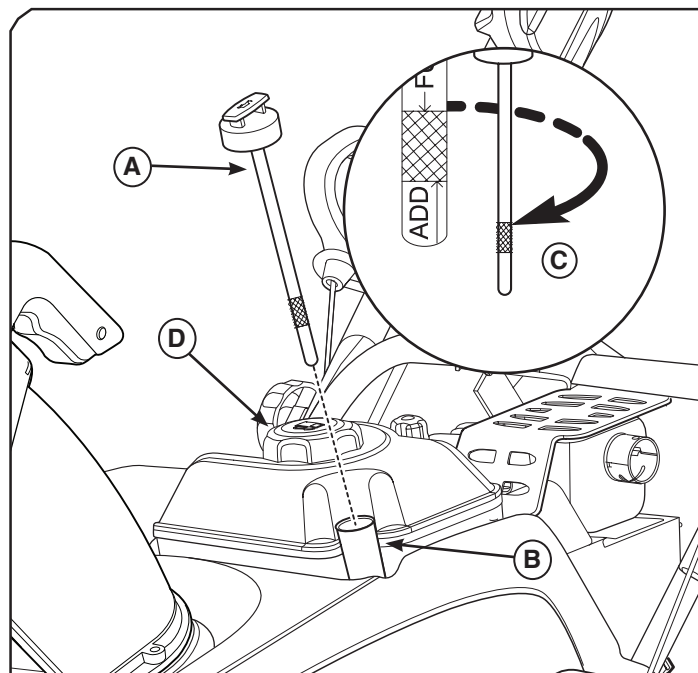

Figure 1
4. Enlever la jauge d'huile **A**, Figure 1) et l'essuyer avec un chiffon propre.
1. Nettoyer la zone autour du bouchon de réservoir en enlevant toute la poussière et les débris. Enlever le bouchon du réservoir de carburant (D, Figure 1).